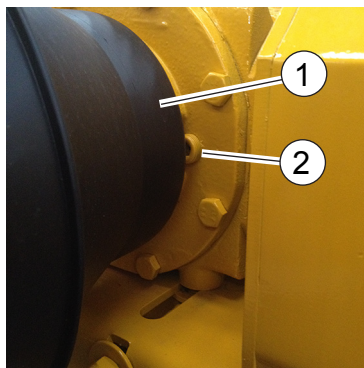

Fig.88
- Rimuovere la protezione (1, "Fig.88").
- Svitare il tappo (2, "Fig.88"). Se l'olio affiora dalla sede del tappo significa che il livello è corretto. In caso contrario rabboccare.
- Remove the protection (1, "Fig.88").
- To unscrew the cork (2, "Fig.88"). If oil emerges from the seat of the cap means that the level is correct. Otherwise top up.
- Enlever la protection (1, "Fig.88").
- Dévisser le bouchon (2, "Fig.88"). Si l'huile ressort sort du siège du bouchon cela signifie que le niveau d'huile est correcte. En cas contraire recharger.
- Schutz entfernen (1, "Fig.88").
- Abschrauben Sie den Deckel (2, "Fig.88"). Wenn Öl aus dem Sitz der Kappe entsteht, bedeutet dass der Füllstand ist richtig. Andernfalls nachfüllen.